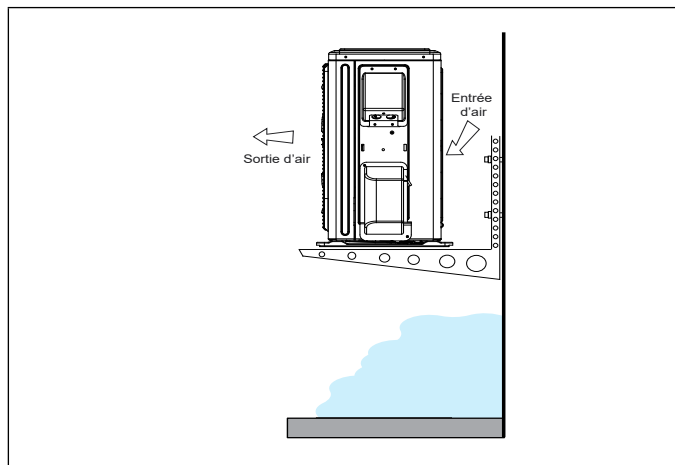

Figure 21. Unité extérieure sur supports au-dessus du niveau de la neige
- La base de l'unité doit être située au-dessus du niveau moyen de la neige comme illustré à la « Figure 21. Unité extérieure sur supports au-dessus du niveau de la neige » à la page 10.